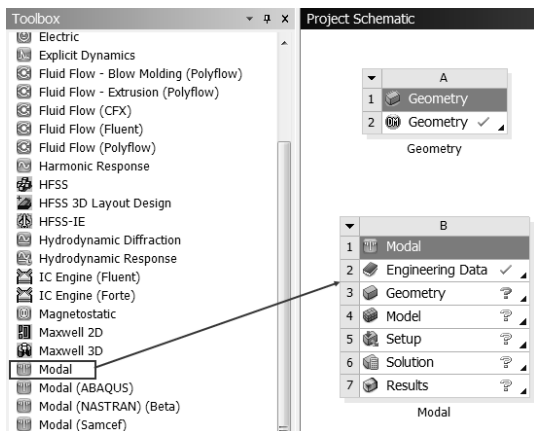

图 8-7 创建模态分析
Step1: 双击主界面 Toolbox (工具箱) 中的 Analysis Systems Modal (模态分析) 命令,即可在 Project Schematic (项目管理区) 创建分析项目 B (Modal),如图 8-7 所示。